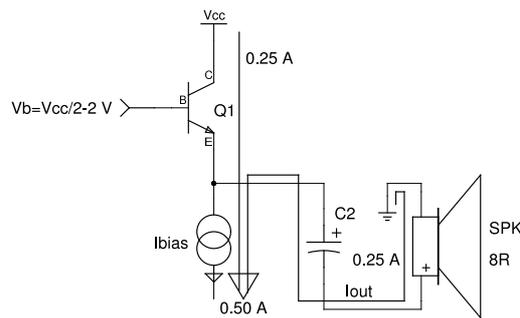

Figura 9.6: Tensiones negativas con condensador de acoplo salida
- Tensión de entrada negativa: $V_b = V_{e1} < \frac{V_{cc}}{2}$, $V_{out} < 0$. El altavoz exige ser atravesado por una corriente negativa, que sólo puede conseguirse si Q1 proporciona menos corriente de la que se traga Q2. Ver figura 9.6.